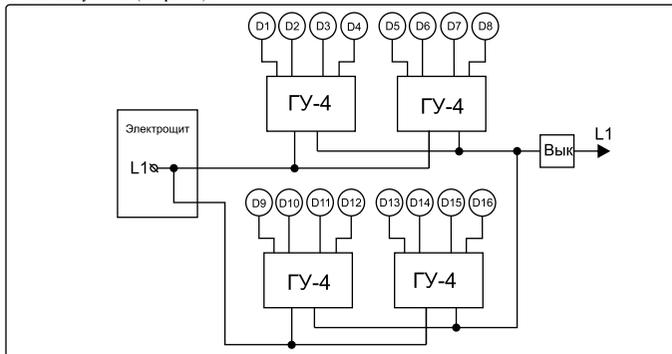

Рисунок 4. Разделение на две группы по питанию
- На кабельном вводе обрезать ступеньку, соответствующую диаметру используемого кабеля (см. рис. 4).
- К каждой группе отдельным кабелем (с поперечным сечением жилы не менее 2,5 мм2) подключить питающую сеть (см. рис. 4).